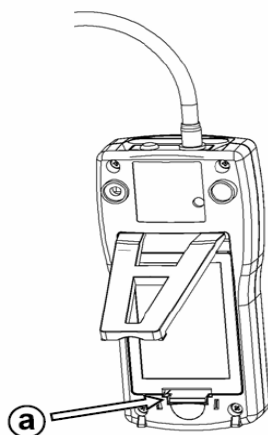

Fig. 2: Compartimentul pentru baterii
- Introducerea bateriilor in compartimentul corespunzator. Pentru a deschide capacul de plastic aplicati o presiune usoara cu un deget sau cu ajutorul unei mici surubelnite pe portiunea striata (vezi fig. 2), apoi introduceti bateriile respectand polaritatea.